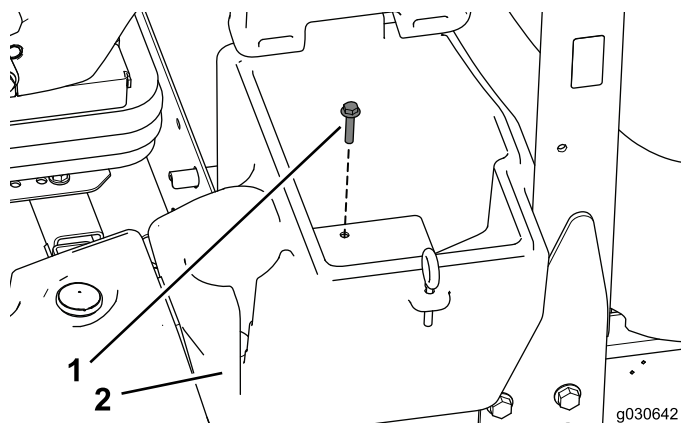

Figura 1
1. Retire el perno que sujeta el compartimento de almacenamiento situado en el lado izquierdo de la máquina (Figura 1) y guárdelo.